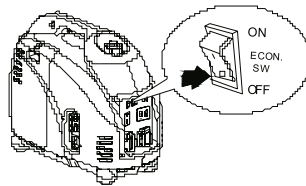

Рис. 13
- Переключатель в экономный режим должен быть в положении «OFF» (Рис. 13).